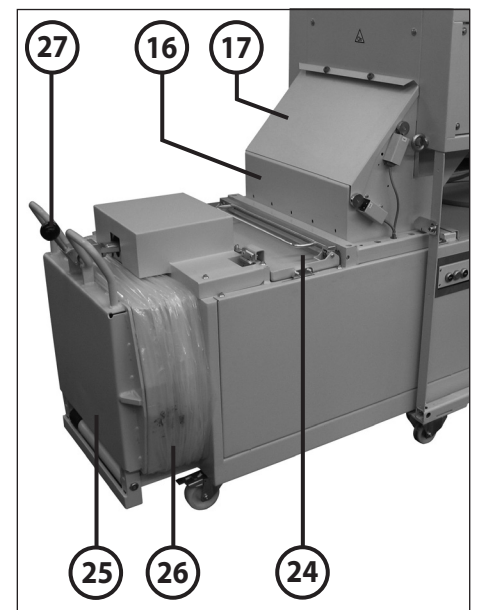

fig. 7
Pulsando este pulsador durante más de 2 segundos como mínimo, el punzón de prensado retrocede ligeramente y la palanca de cierre (27) (fig. 7) se desplaza ligeramente hacia delante (descarga de la presión en la compuerta de extracción). La compuerta de extracción (25) puede ser abierta. Esta medida